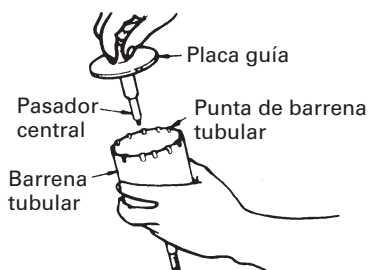

Fig. 19
- (4) Unir la placa guía con la barrena tubular y girar la placa guía hacia la izquierda o hacia la derecha de forma que no se caiga a pesar de estar indicando hacia abajo. (Fig. 19)